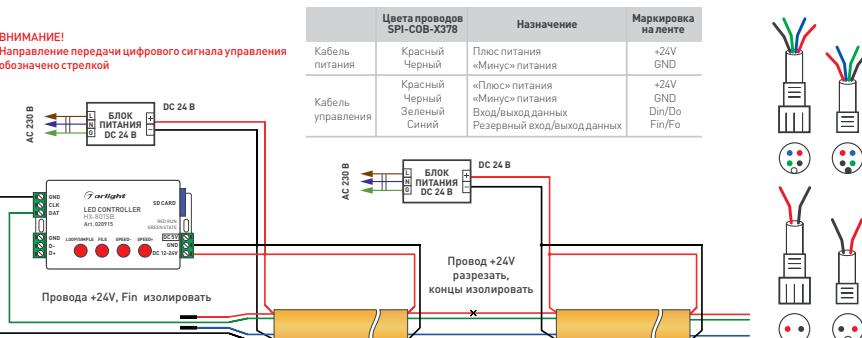

Рис. 1. Схема подключения ленты с использованием SPI-контроллера с одним выходным портом и с использованием раздельных блоков питания
- Подключите ленту в соответствии со схемой (рис. 1). Соблюдайте полярность подключения и направление передачи сигнала (ход./выход.). Обращайте внимание на маркировку, нанесенную на печатную плату, и на цвета соединительных проводов.